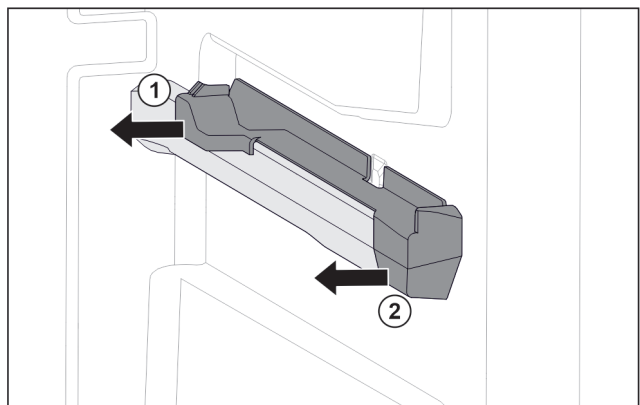

Fig. 93 Påsettingsdel på høyre beholderribbe
- Trekk av påsettingsdel bak til siden. Fig. 93 (1)
- Trekk av påsettingsdel foran til siden. Fig. 93 (2)